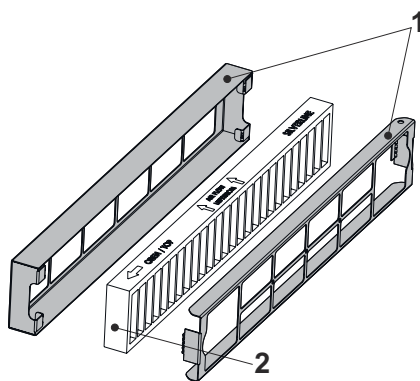

Fig. 12
4. → Fjern det gamle kulfilter fra huset, og erstat det med et nyt kulfilter (Fig. 12).
Ved udskiftning af kulfilteret må du kun udskifte kulfilteret, men ikke smide kulfilterhuset væk. Kulfilterhuset er ikke til engangsbrug (Fig. 12).
Vær opmærksom på luftstrømmens retning, når du placerer kulfilteret i sit hus (Fig. 12).
Kulfilter og Helsa-filtre bør ikke anvendes uden montering af kulfilterhuset (ved Fig. 12/1)